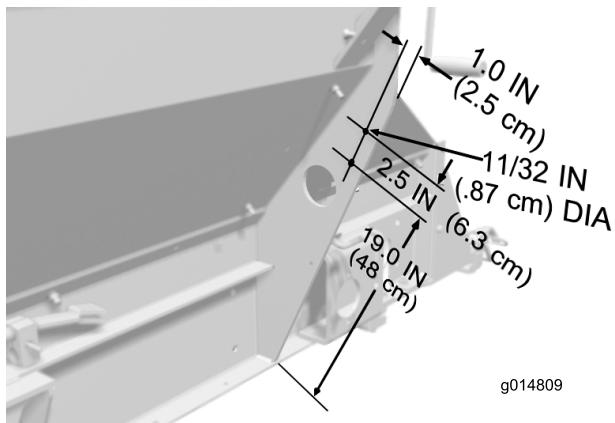

図 3
- 図 3 に示された寸法で、ホッパーの左側ガセットプレートに、直径 8.7 mm の穴を 2ヶ所あける。ホッパーの右側のガセットプレートについても同じ作業を行う。